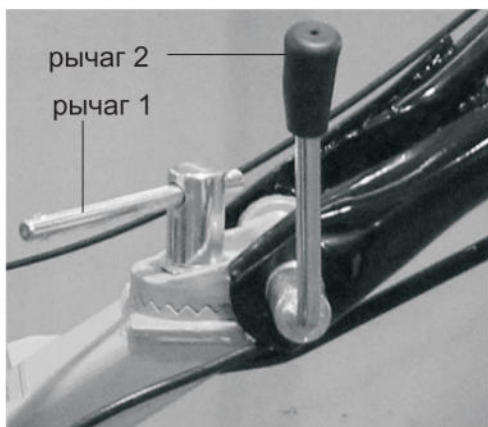

Рис.4
2. Установите и закрепите на рулевую колонку руль. (см. рис. 4) Рычагом 1 фиксируется поворот руля по горизонтали, рычагом 2 положение руля по высоте.